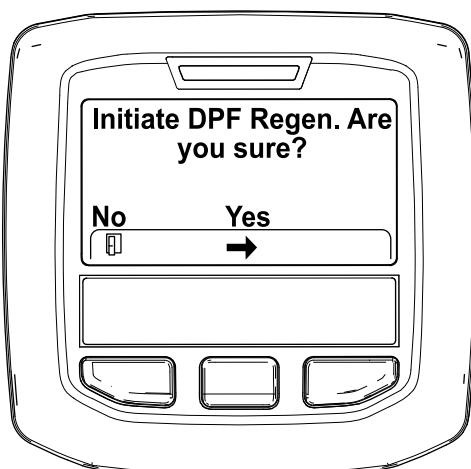

図 33
4. Initiating DPF Regen DPF 再生開始 Are you sure?というメッセージが表示されるので、中央ボタンを押す図 33。